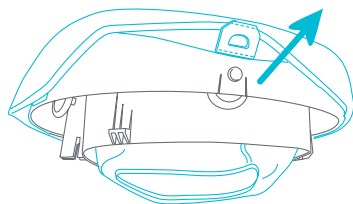

Fig. 7a
- 7 • Para extraer la tela del asiento para acondicionarlo, retire todas las hebillas de la lengüeta en la base del asiento (Fig. 7a).